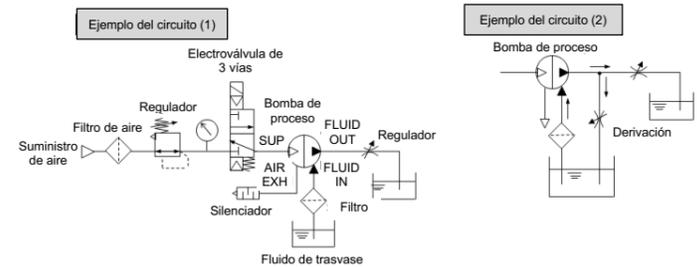

Fig. 2 Ejemplos de circuitos de accionamiento automático
Consulte la Fig. 2 para ver ejemplos de circuitos.
<Arranque y parada> Consulte el ejemplo de circuito (1) [Fig. 2].
- Para regular el caudal que sale por la conexión de descarga <FLUID OUT>, use el regulador conectado en el lado de descarga. Consulte el ejemplo de circuito (1) [Fig. 2].
- Si el producto se utiliza con un caudal de descarga inferior al rango especificado, cree un circuito de -derivación desde el lado de descarga hasta el lado de succión para garantizar el caudal mínimo en el interior de la bomba de proceso. Si el caudal de descarga es inferior al caudal mínimo, la bomba puede pararse debido a un funcionamiento inestable. Consulte el ejemplo de circuito (2) [Fig. 2] (Caudal mínimo: 55-PA3##0 - 1 l/min, 55-PA5##0 - 5 l/min).